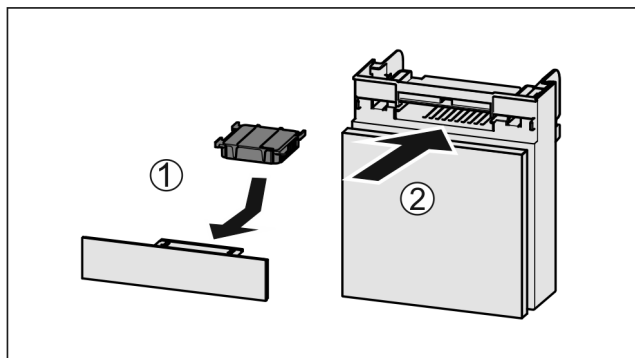

Fig. 103
- ▶ Поставете Fig. 103 (1) филтъра с активен въглен, както е показано на фигурата.
- ▶ Вкарайте Fig. 103 (2) отделениято.